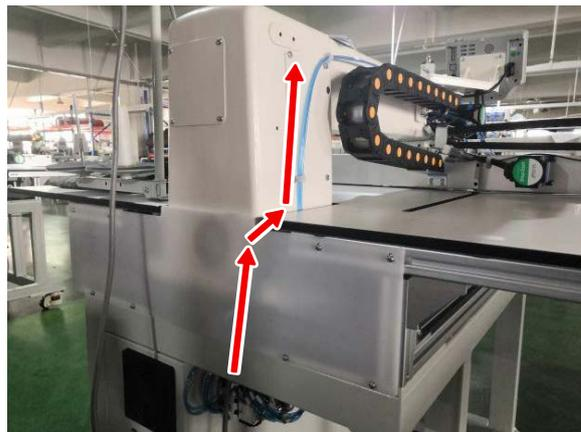
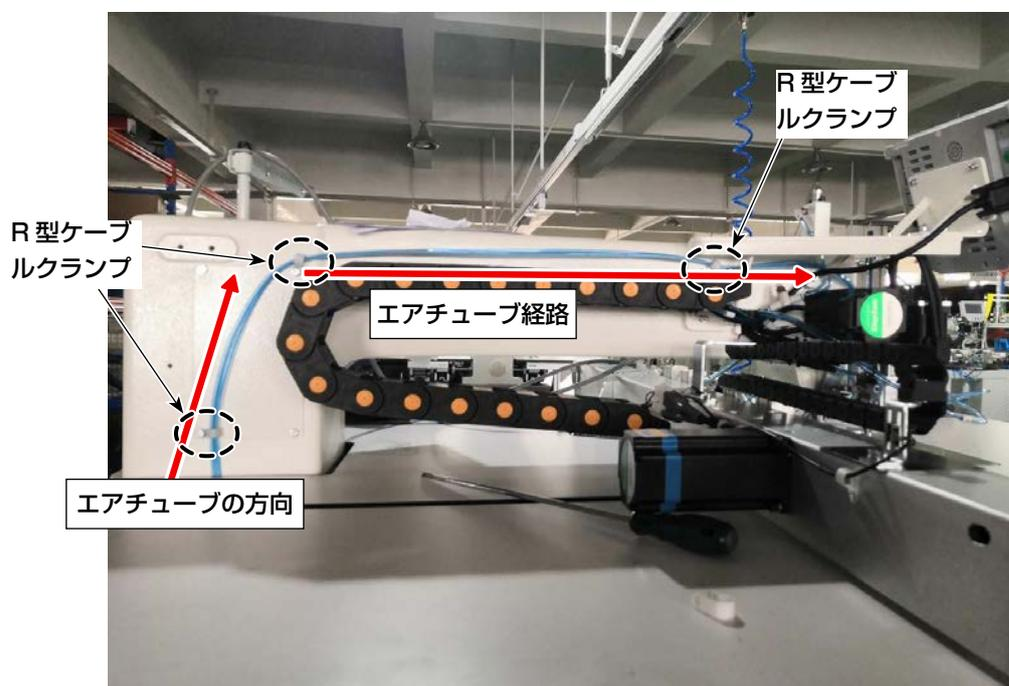

図 2
図 3
- 1) 電磁弁から $\Phi 4 \times \Phi 2.5$ のエアチューブ 2 本を出し、底部から入れます (図 1)。ケーシングの外面 (図 2) を通り、図 3 の経路に沿って R 型ケーブルクランプ 3 個を通してケーシング外面に固定し、最後にペンシリンダーにつなぎます。